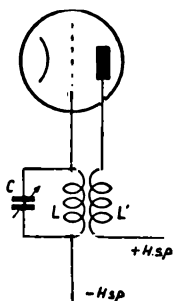

Fig. 63. Schema voor een generator. L = roosterspoel. L' = plaatspoel.
W. — Om het je duidelijk te maken gaan we even terug naar het schema voor den generator (fig. 63). Daarin is de spoel L' van den plaatkring gekoppeld met de spoel L , die deel uitmaakt van den roostertrillingskring. Herinner je je, wat het gevolg is van zulk een koppeling?
W. — Zooals je wilt! Merk nu op, dat een dergelijke lamp met terugkoppeling gebruikt wordt als versterkerlamp in een ontvanger (fig. 63). We hebben dus aan den kring LC de te versterken spanningen en in de spoel L' versterkte stroommen. Maar die versterkte stroommen zullen in de roosterspoel L nieuwe spanningen induceren. Als de „terugkoppelspoel“ L' behoorlijk afgesteld is ten opzichte van L , zullen de door L' in L geïnduceerde spanningen de spanningen komen versterken, die oorspronkelijk daarin waren geïnduceerd.